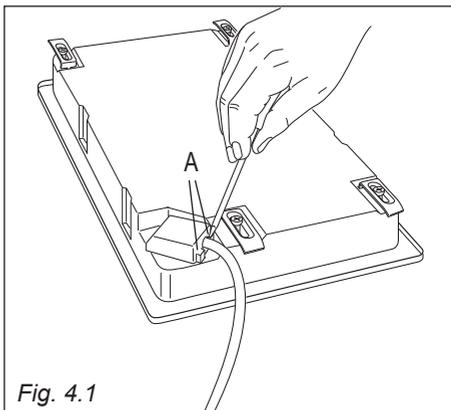

Fig. 4.1
- Rovesciare il piano e sganciare il coperchio della morsettieria inserendo un cacciavite nei due agganci "A". (fig. 4.1).